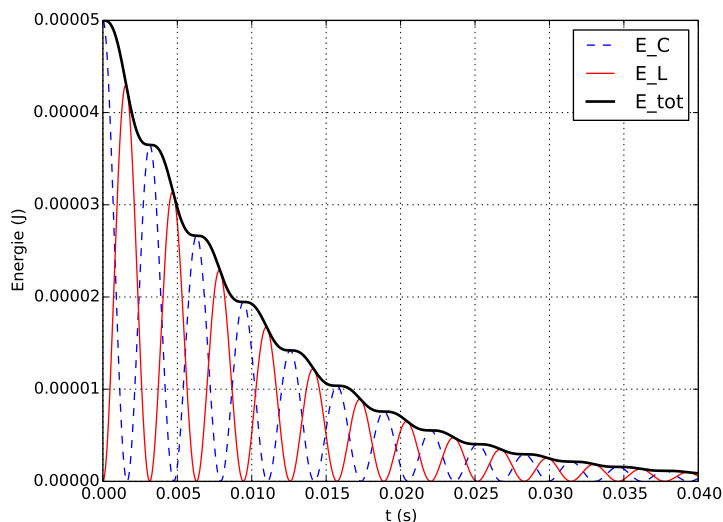

FIGURE 4 – Evolution de l'énergie du circuit RLC
9. La figure 4, représente l'évolution de l'énergie totale, de l'énergie stockée dans le condensateur et de l'énergie stockée dans la bobine. Commenter.